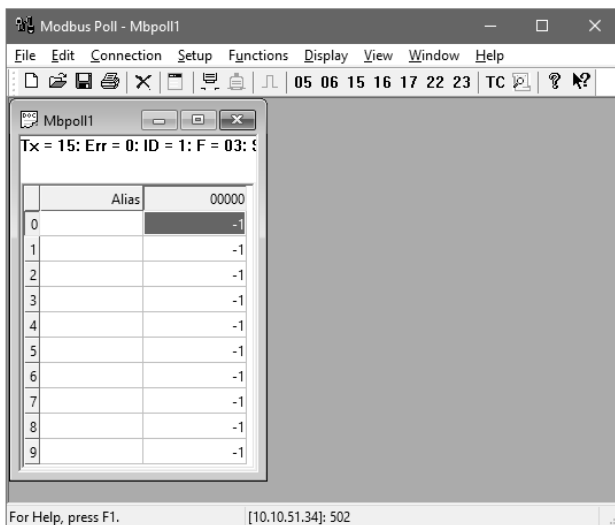

Рисунок 44 – Окно «Modbus Poll - Mbpoll1»
3.12.6 По окончании настройки нажать кнопку «ОК». В случае успешного соединения программа «Modbus Poll» установит связь с адаптером по выбранному протоколу. Успех соединения можно оценить по счетчикам окна «Mbpoll1»: «Tx = 97» (97 запросов отправлено адаптеру), «Err = 0» (на все отправленные пакеты получен успешный ответ) (см. рисунок 44).